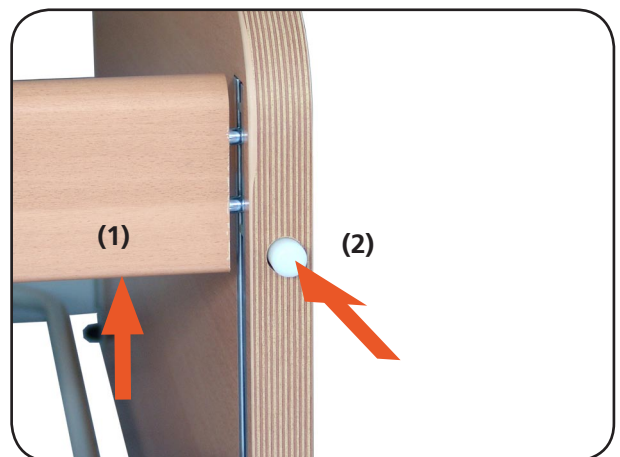

Abbildung 26
Heben Sie zum Absenken der Seitengitter erst den oberen Seitengitterholm an (1), damit die Verriegelung der Auslöseknöpfe freigegeben wird. Während des Anhebens drücken Sie danach den Auslöseknopf (2) solange, bis Sie den oberen Holm über die Verriegelung nach unten abgesenkt haben. Lassen Sie die Seitengitter langsam ab (Abbildung 26).